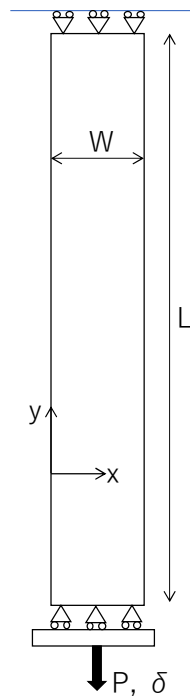
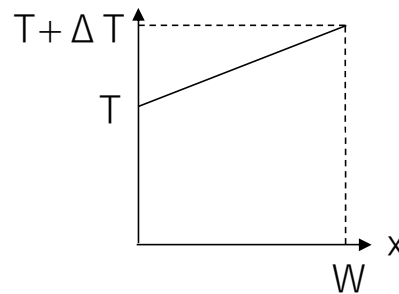

図4
図5
第4問 図4のように一定の変位を生じるように拘束された状態で引張荷重や温度変化を受ける幅 W 、長さ L で一様厚さの平板を想定し、これに発生する応力や変形に関して以下の問いに答えよ。材料はヤング率 E 、ポアソン比 ν 、線膨張係数 α の線形弾性体とし、これらの値は温度に依存しないものとする。また、板幅方向や板厚方向には拘束がなく、引張方向の垂直応力以外の応力は発生しないものとする。
- (1) 温度一定状態で単位厚さあたり P の引張荷重が与えられたときに平板に生じる引張方向の応力 σ_y 、伸び δ 及び板幅の変化 ΔW を求めるための式を導け。
- (2) (1) の状態から、平板の温度が一様に ΔT だけ上昇した後の応力 σ_y 、伸び δ 及び初期状態からの板幅の変化 ΔW を求めるための式を導け。
- (3) (1) の状態から、図5のように、平板の左端面が一定温度に保たれたまま、右端面の温度が ΔT だけ上昇した後の応力 σ_y の分布を図4に示す座標 x の関数として表現するとともに、 x を横軸にとって模式的に図示せよ。また、このときの伸び δ と初期状態からの板幅の変化 ΔW を求めるための式を導け。